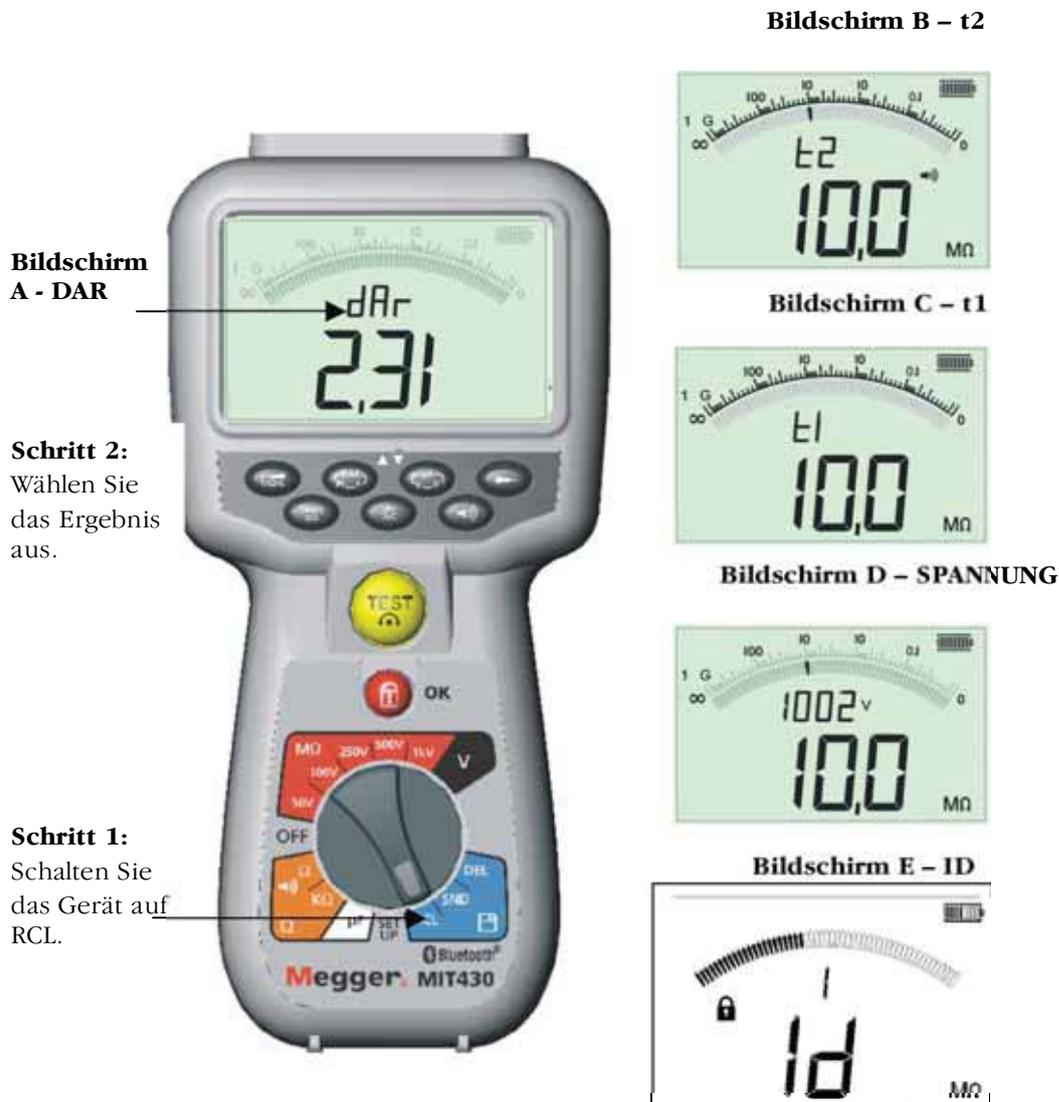

Abb. 15 Abruf von DAR-Ergebnissen
3. Das gewünschte Testergebnis wird angezeigt. Zum Bildlauf durch die unterschiedlichen Messungen bei der Berechnung des PI- oder DAR-Verhältnisses verwenden Sie die Tasten [▼]. Siehe Abb. 15, Bildschirme B bis E.